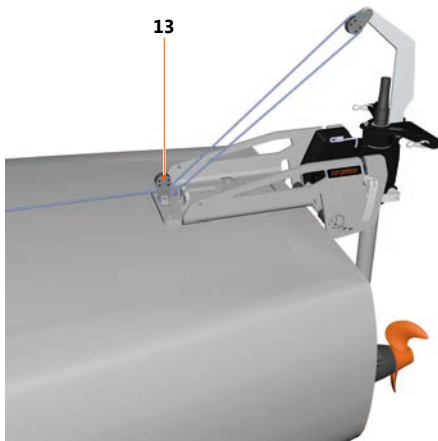

Abb. 24: Seilzug 1103 AC Modelle
1. Haken Sie den Karabiner der Schwenkleine (11) in den Schwenkarm (12) ein.
2. Fädeln Sie die Schwenkleine (11) durch eine der beiden Führungen (10).
Für das Modell 1103 AC ist die Schwenkleine (11) durch den Seilzug zu führen, siehe "**Abb. 24: Seilzug 1103 AC Modelle**".
3. Befestigen Sie die schwarze Griffkugel am vorderen Ende der Schwenkleine (11).